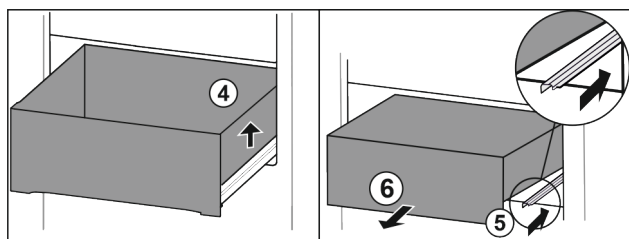

Fig. 97
- ▶ Приподнимите выдвижной ящик справа. Fig. 97 (4)
- ▶ Вставьте правую направляющую. Fig. 97 (5)
- ▶ Извлеките выдвижной ящик движением вперед. Fig. 97 (6)